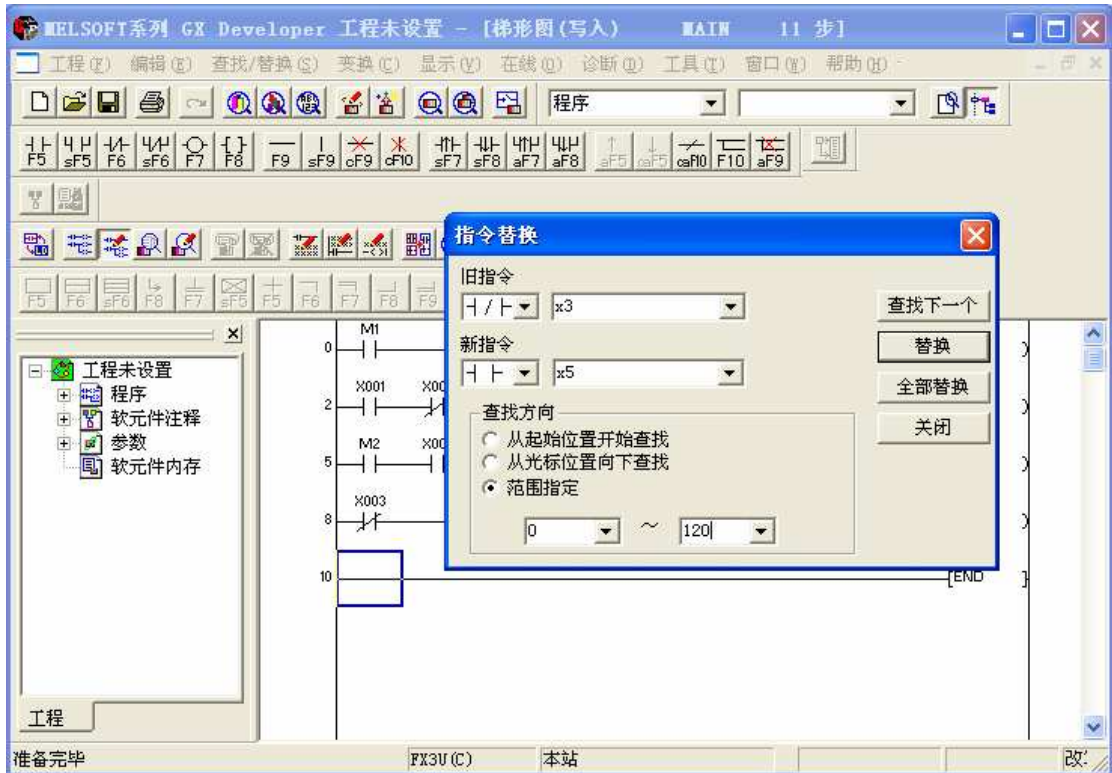

图 10 指令替换操作说明
- ① 选择查找/替换菜单中指令替换功能，并显示指令替换窗口，如图 10 所示。
- ② 选择旧指令的类型（常开、常闭），输入元件名。
- ③ 选择新指令的类型，输入元件名。
- ④ 根据需要可以对查找方向、查找范围进行设置。
- ⑤ 执行替换操作，可完成全部替换、逐个替换、选择替换。
(3) 常开常闭触点互换